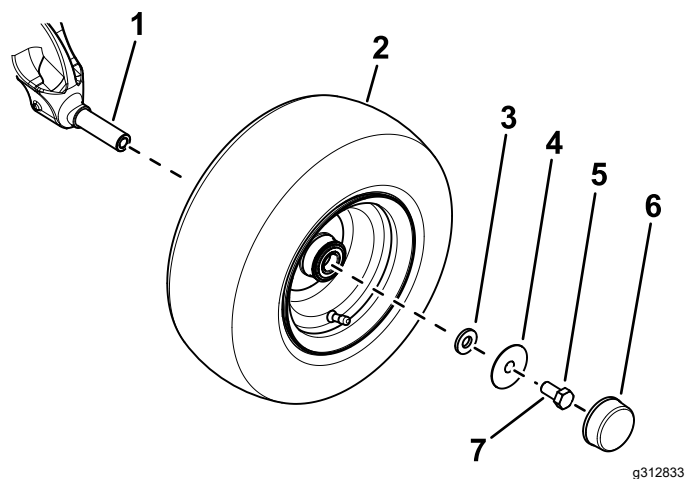

Figura 3
- B. Utilizați o aibă mică, aibă mare, urub ($\frac{5}{8} \times 1\frac{1}{4}$ ") și pentru a fixa roata la ax (Figura 3).
- D. Montați capacul anti-praf la roată (Figura 3).